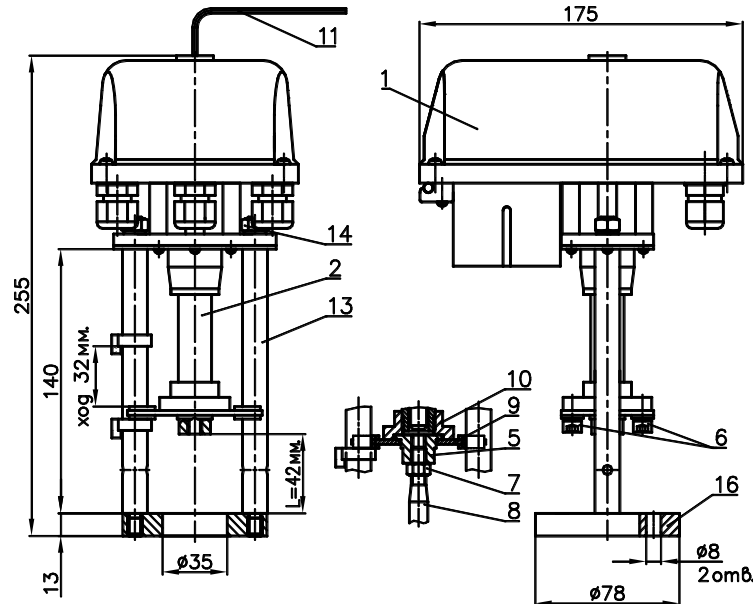
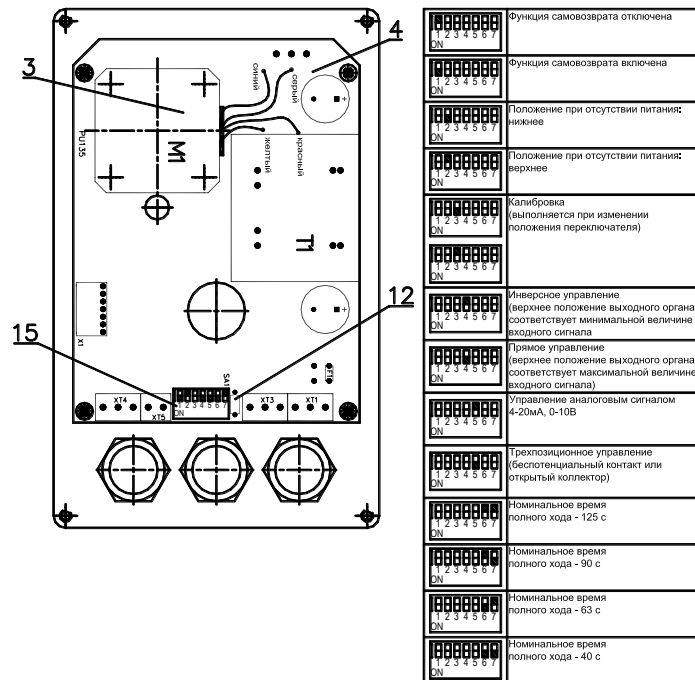

Рисунок 1 - ВЭП-138МВ
Рисунок 2 - Электропривод (вид при снятой крышке)
- электропривод (рисунок 1 – позиция 1);
- винтовая передача (рисунок 1 – позиция 2).
Электропривод (рисунок 1, рисунок 2) выполнен на базе шагового электродвигателя 3, питание и управление которым осуществляется от платы управления 4, обеспечивающей его работу в заданном режиме, а также его отключение при нагрузке больше усилия отключения. ЭИМ имеет три режима работы: калибровки, слежения, ручной. Индикация работы осуществляется светодиодным индикатором 12. Постоянное свечение - работа, мигание - авария. При пропадании сетевого питания и включенной функцией самовозврата ЭИМ, за время не более 45 с, устанавливается в положение, заданное переключателем 15 (нижнее или верхнее).
ЭИМ выпускается откалиброванным на величину полного рабочего хода. При установке ЭИМ на регулируемую арматуру необходимо произвести его калибровку. Для перехода в данный режим необходимо изменить положение переключателя 15 (рисунок 2). При этом ЭИМ, поочередно перемещаясь к обоим конечным положениям, определяет максимальный ход арматуры. При отключении питания настройки сохраняются в энергонезависимой памяти. Время калибровки 100-120с. По завершению калибровки ЭИМ переходит в режим слежения. В процессе калибровки сигнал обратной связи отсутствует.